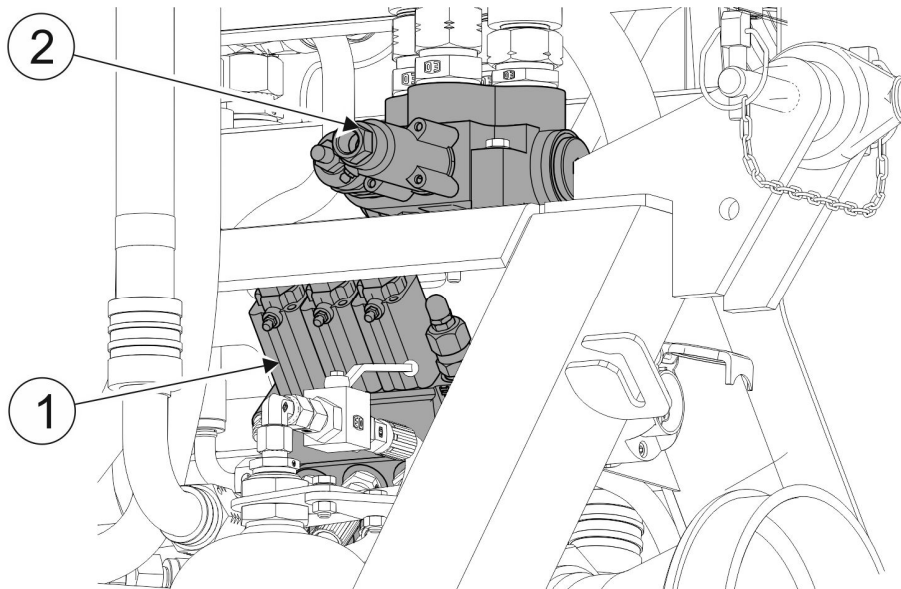

ABBILDUNG 5.3 Hydraulischer Verteiler (WWT420/WWT480(und elektrohydraulischer Verteiler (WWT424C/WWT484C).
(1)- hydraulischer Verteiler (WWT420/WWT480) oder elektrohydraulischer Verteiler (WWT424C/WWT484C) der Armzylinder des Tragesystems; (2)- hydraulischer Verteiler (WWT420/WWT480) oder elektrohydraulischer Verteiler (WWT424C/WWT484C) des Hydraulikmotors des Arbeitskopfes.
Der hydraulische oder elektrohydraulische Verteiler (1) (ABBILDUNG 5.3) wird zur Steuerung der drei Hydraulikzylinder des Tragsystems verwendet. Der hydraulische 1-Bereichsverteiler oder der elektrohydraulische Verteiler (2) wird für das Einschalten des Hydraulikmotors des Arbeitskopfes eingesetzt. Die Steuerung der Verteiler erfolgt mechanisch (WWT420/WWT480) oder elektrisch über das Steuerpult mit Joystick (WWT424C/WWT484C) von der Schlepperkabine aus. Der Zustand der Verteilerdichtungen ist täglich zu überprüfen und alle Schmiernippel an den einzelnen Bereichen der Hydraulikverteiler sind zu schmieren.
Zusätzlich wird die Antriebswelle (Option) gemäß der beigefügten Betriebsanleitung des Wellenherstellers geschmiert und alle Schmiernippel an den einzelnen Bereichen der hydraulischen Verteiler (ABB. 5.3).